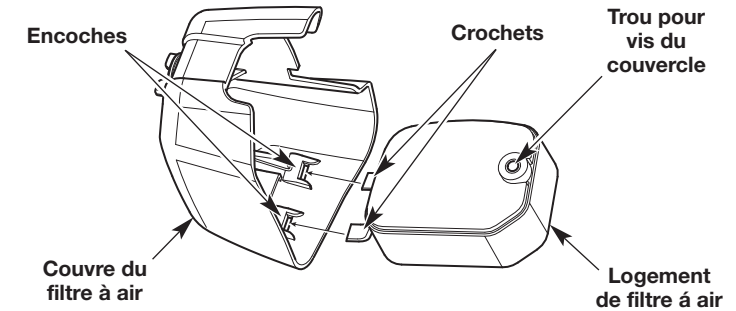

Fig. 11
7. Remettez le couvercle du filtre à air en place. Insérer les crochets sur le boîtier du filtre à air en fonction des encoches de son couvercle (Fig. 11).
8. Basculer le couvercle du filtre à air vers la droite et aligner la vis du couvercle avec le trou de la vis (Fig. 11). Serrez la vis du couvercle, de manière à immobiliser le couvercle du filtre à air.